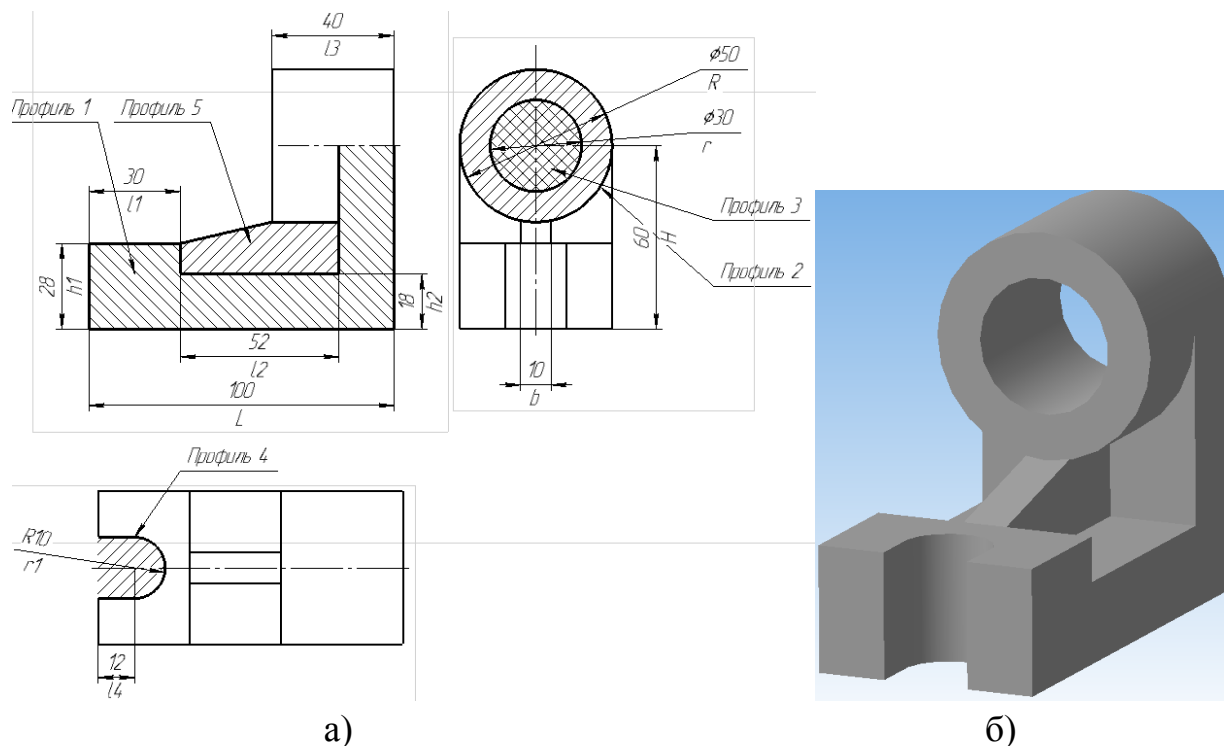

Рисунок 3.1 – чертеж (а) и 3D модель (б)
- 1) В новом документе создайте чертеж (рисунок 3.1)
1) В новом документе создайте чертеж (рисунок 3.1)